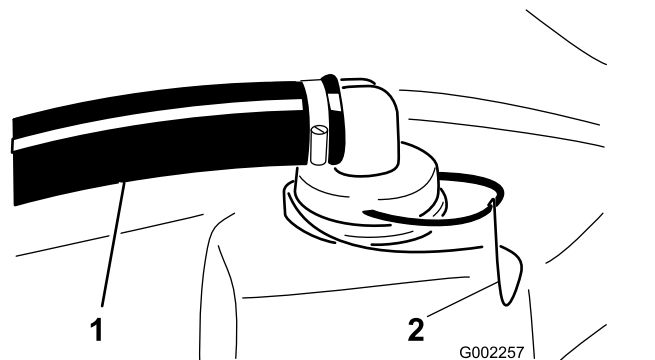

図 48
2. タンク上部の太いホースについている赤いフィッティングからリテーナを外す (図 48)。
3. タンクからホースを外す (図 48)。